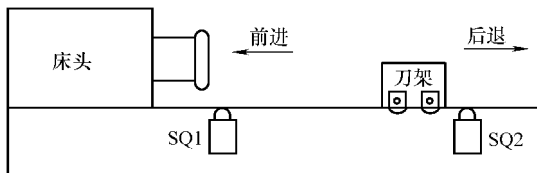

图 2-11 刀架运动示意图
1) 如图 2-11 所示，按下起动按钮后，刀架由原始位置前进，当碰到位置开关 SQ1 时返回（刀架返回是依靠机械改变的）；当返回到原位碰到开关位置 SQ2 时刀架停止。